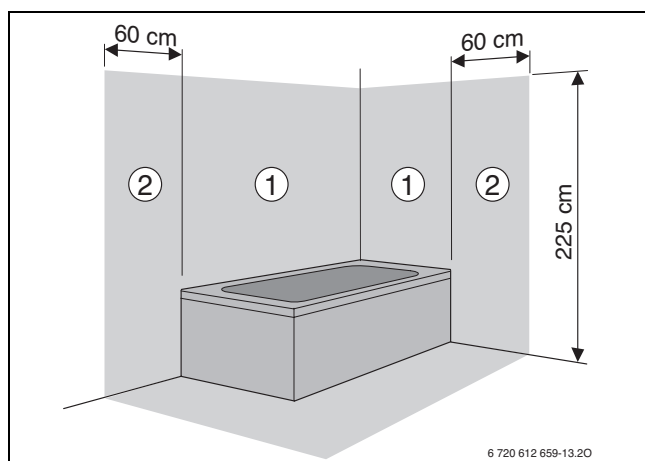

Fig. 18
- I beskyttelsesområde 1 og 2 (→ fig. 18):